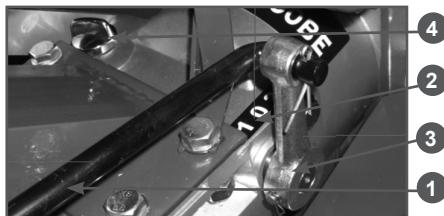

Рис. 13 Коробка передач мотоблока
Поместите мотоблок на ровную поверхность и снимите крышку-щуп (4) маслозаливной горловины на коробке передач (Рис. 13). Долейте масло, если уровень слишком низкий.
Номинальная скорость мотоблока на колесах на первой передней передаче до 5 км/ч, на второй – до 10 км/ч. Номинальная грузоподъемность 450 кг. Расположение коробки передач указано на Рис.13.